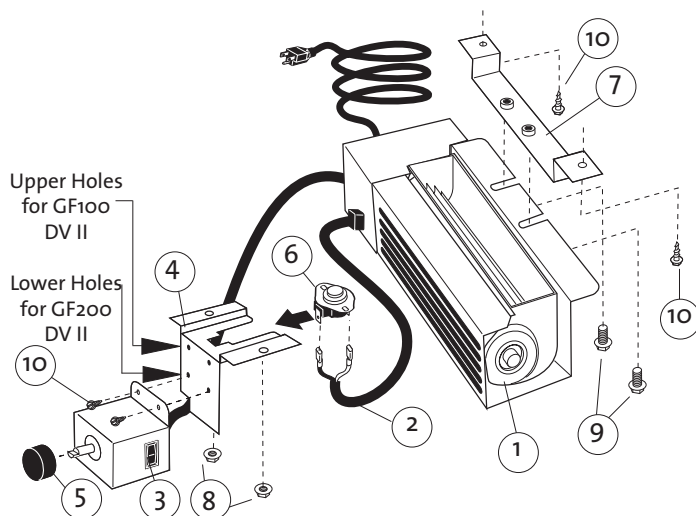

Figure 35. Pièces ventilateur
1. **Déballez et vérifiez le contenu.** Contactez votre revendeur si des dommages sont évidents ou s'il manque des pièces. Voir fig. 35
2. Fixez la boîte de contrôle au support Snapstat à l'aide de deux vis à tôle # 8 x 1/2". Comme montré dans la fig. 35, utilisez la paire de trous de montage appropriée pour votre poêle.